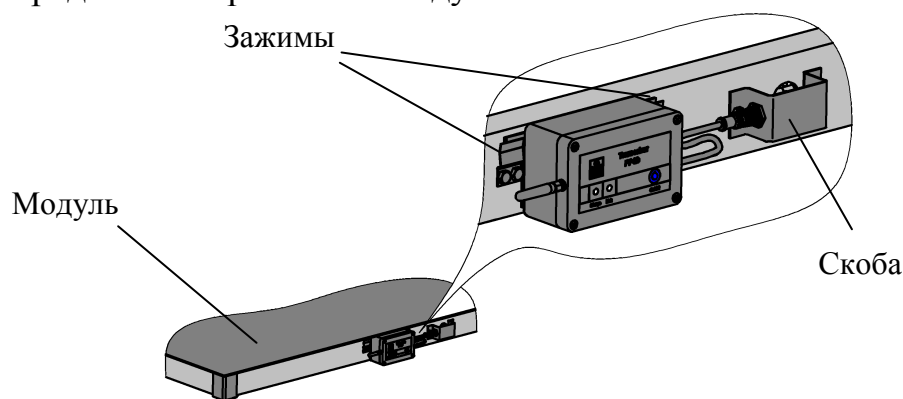

Рис. 4.3 - Установка приемопередатчика на внешнем контуре модуля
4.1.3.2 Ввернуть антенну в корпус приемопередатчика. Установить приемопередатчик в зажимы на внешнем контуре модуля, как показано на Рис. 4.3, соединив разъем приемопередатчика с разъемом модуля.
- установить приемопередатчик в зажимы, как показано на Рис. 4.3, соединив разъем приемопередатчика с разъемом модуля.